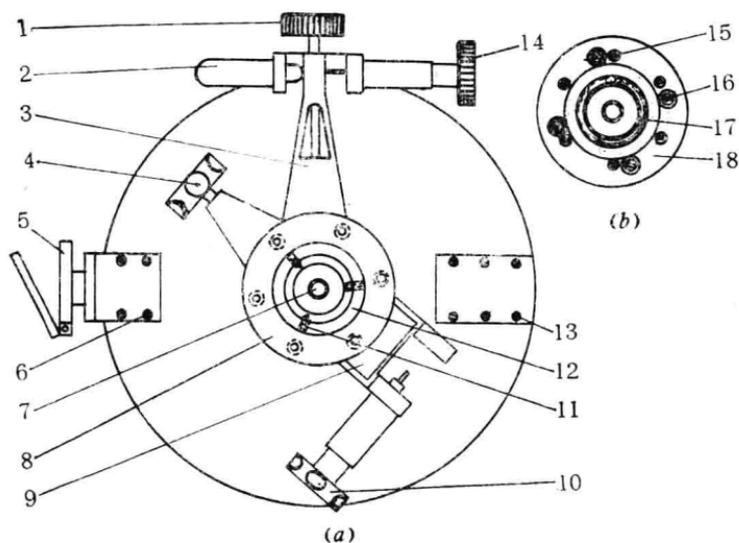
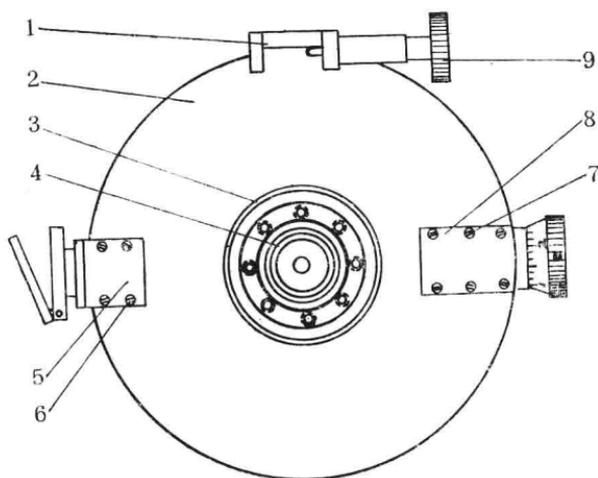
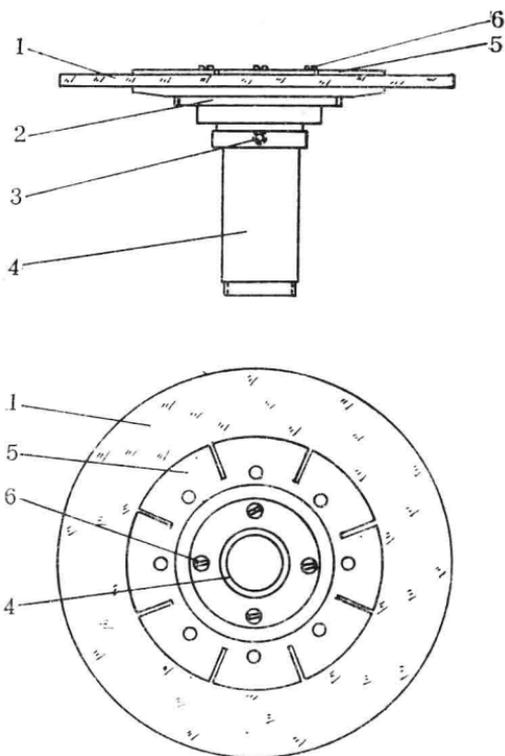

图 1-7 (a) 移去基座后的仪器底部结构图
图 1-8 取下照准部制微动架座后的结构图
图 1-9 水平度盘轴套结构图
1) 旋去竖轴轴底螺母的三个紧定螺钉(图1-7(a)之11), 将轴底螺母(图1-7(a)之12)旋下, 并取下竖轴外轴套(图1-7(a)之8), 此时就可以见到图1-7(b)所示情况。
2) 旋去照准部微动螺旋弹簧座(图1-7(a)之2), 旋去照准部轴的一个限位螺钉(图1-2(a)之25), 这个螺钉是装在照准部轴限位槽中的瓦片孔(图1-13之5)内。在安装时, 必须转动照准部, 从限位螺钉孔中正确地对准瓦片孔后装入, 如果上下不能对准, 可适当放松竖轴轴底螺母后, 上下移动水平度盘轴套解决之。再旋去照准部制微动架座的四个紧固螺钉(图1-7(b)之16), 将照准部制微动架座取下, 此时可以将照准部的制微动架(图1-7(a)之3)和制动片取出。图1-8所示系取下照准部制微动架座后的情况。
3) 要拆卸水平度盘制微动架(图1-7(a)之9), 则旋去其压圈的六个紧固螺钉(图1-7(b)之15); 将压圈(图1-7(b)之18)取下, 就可以将水平度盘制微动架和制动片取出。但需注意: 这制微动架的制动片比照准部制微动架的制动片小, 如果二者装错, 就会影响下盘的转动。
1) 要拆卸照准部的制微动架(图1-8之1), 则必须将安平水准器(图1-11之6)取下。其拆卸方法: 从安平水准器管左端轴孔中旋去其球形轴钮的张紧螺钉(图1-15之11), 并旋去右端水准器的一个校正螺母(图1-2(b)之58), 就可以将安平水准器(图1-2(b)之49)取下, 并取下两个球型垫圈(图1-16之8)。
此时就可以旋去照准部制微动架的四个紧固螺钉（图1-12 (a)之10），将照准部制微动架（图1-8之1）取下，在此架下面有一个度盘措擦孔（图1-10之1）。但从此处措擦并不方便，最好移去水平度盘副象照准棱镜座（图1-12 (a) 之5）后，从透光孔中进行。
2) 旋去水平度盘盒侧面的六个紧固螺钉（图1-2 (a) 之15），用刀片去掉接缝处的油灰，将度盘盒护盖(图1-8之2)轻轻撬出，就可以将水平度盘连同轴套向外拔出，并取下照准部轴限位槽内的一个铜瓦片（图1-13之4）。图1-9所示系取下的水平度盘轴套。图1-10系取下水平度盘轴套后的照准部轴底部结构图。